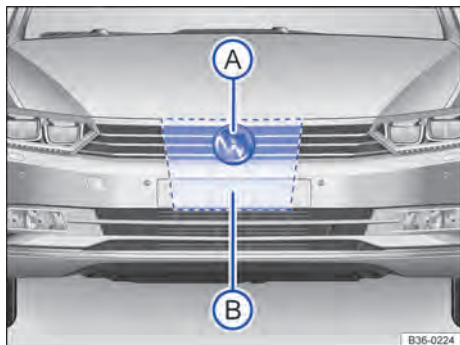

Fig. 231 Na grade do radiador, atrás do logo Volkswagen: sensor do radar (A) e área que deve ser mantida livre em volta do sensor do radar (B).
Para a captação da situação do trânsito está instalado um sensor do radar → Fig. 231 (A) na grade do radiador atrás do logotipo da Volkswagen. Assim, os veículos à frente podem ser reconhecidos a uma distância de até aproximadamente 120 m.